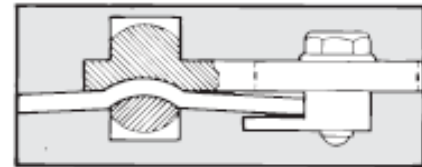

Figura 27. Curva del tubo capilar
2. En la figura 27, 28 identifique el tubo capilar